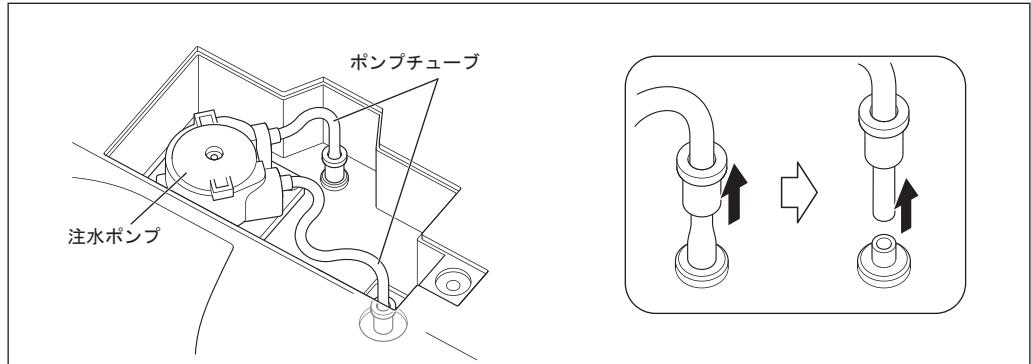

図54
- 3) ポンプチューブを2本、取り外します（図54）。
- 8) ポンプチューブを取り外しと逆の手順で取り付け、チューブストッパーをコントロールユニットの奥までしっかりと挿し込みます（図54）。